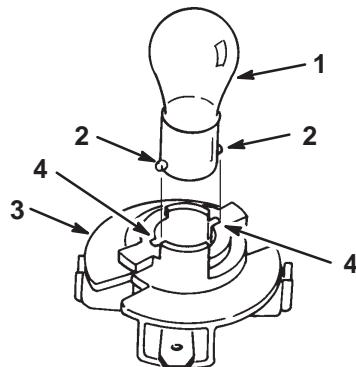

Bild 26
4. Drücken Sie die Birne hinein, drehen sie entgegen dem Uhrzeigersinn bis zum Anschlag (ca. 1/4 Umdrehung) und nehmen sie aus der Birnenfassung heraus (Bild 26).